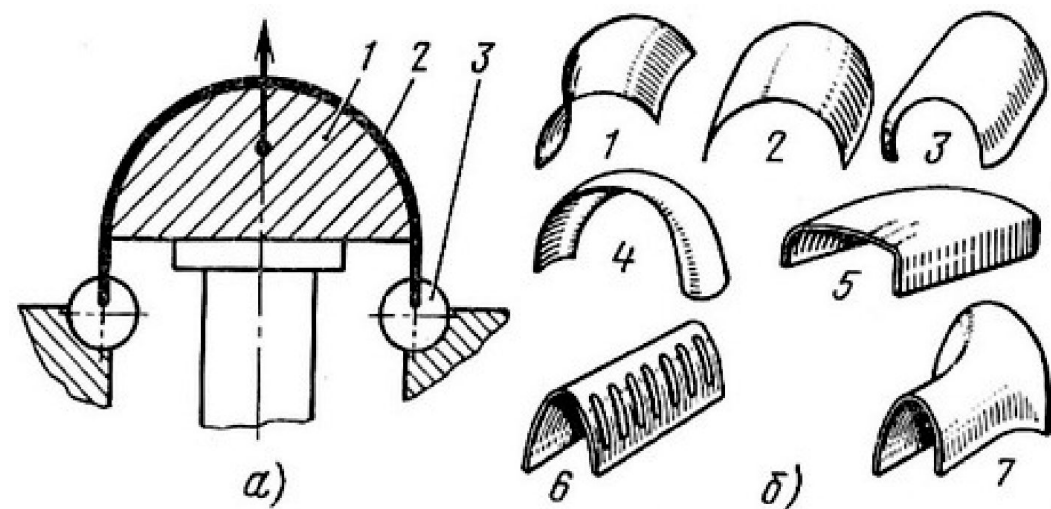

Рис. 1. Поперечная обтяжка
- Методом поперечной обтяжки на прессе ОП-3 из листовых заготовок толщиной до 2 мм и длиной до 3000 мм изготавливают обшивки незамкнутой формы носовой части фюзеляжа, гондол двигателей, каналов всасывания (рис. 1, б) и различные законцовки со значительной продольной и поперечной кривизной.